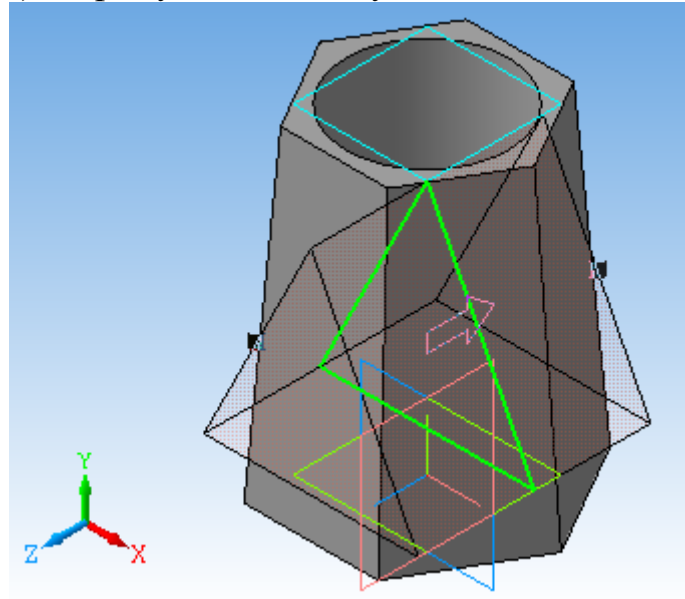

Рис. 6.9
11. Вибрати команду  Редагування деталі -  Вирізати видавлюванням. В Панелі властивостей вибрати  Два напрямки, Через все (рис. 6.9). Зафіксувати команду.